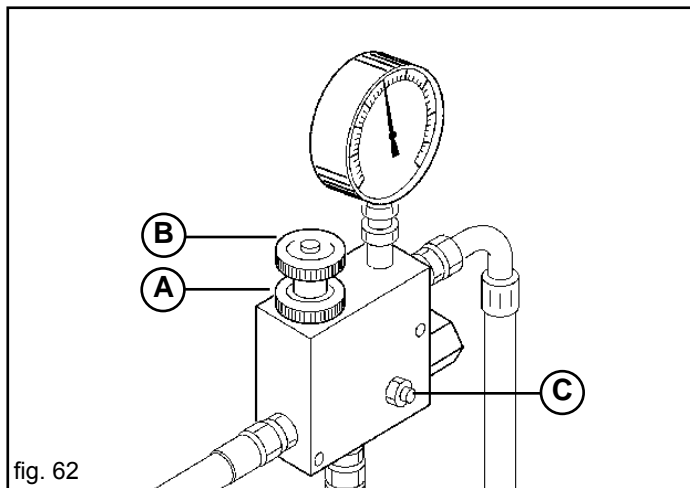

fig. 62
Avec le moteur arrêté et le tracteur bloqué, enclencher correctement tous les raccords rapides. Mettre en marche le tracteur et, afin d'éviter l'instabilité de la soufflante, actionner l'installation au minimum pendant quelques minutes jusqu'à ce que la pression de tout le circuit devienne constante. La pression peut être réglée uniquement lorsque l'huile atteint une température optimale et que la soufflante tourne à une vitesse constante. Si l'outil est utilisé avec différents tracteurs et, donc, avec différents distributeurs et huiles, il faut répéter la procédure de réglage pour chaque tracteur. Dans les tracteurs équipés de pompe à débit variable, (circuit hydraulique fermé), et dotés de régulateur de débit de l'huile, il faut ouvrir complètement le régulateur à trois voies (B Fig. 62) et commencer par un faible débit d'huile en ouvrant graduellement le régulateur à l'intérieur du circuit du tracteur jusqu'à ce que l'on atteigne la pression souhaitée, indiquée par le manomètre (C Fig. 61).
Si vous voulez augmenter la vitesse de rotation de la turbine pour le semis de semences plus lourdes agir avec grande prudence en opérant comme suit (Fig. 62):
- a) desserrer le collier de serrage (A Fig. 62);
- b) tourner en sens horaire ou contraire le volant (B) pour diminuer ou augmenter la pression et par conséquent le nombre de tours de la turbine.
Il est interdit pour quelque motif que ce soit de toucher à la vis (C Fig. 62) car cela pourrait provoquer la rupture du moteur, pompe ou de la soufflante.